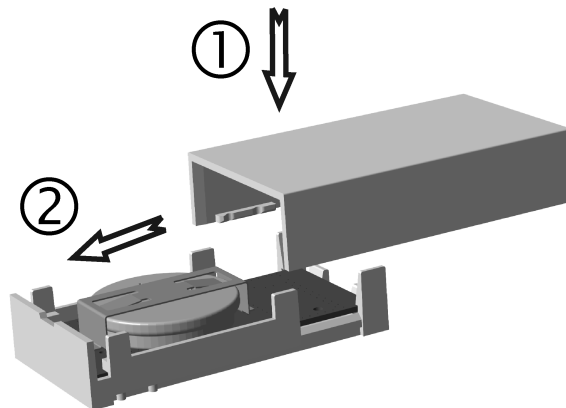

Imagen 4: Cerrar la caja
- Colocar de nuevo la tapa de la caja y juntar la caja hasta que encaje (Imagen 4). El aparato está listo para funcionar.